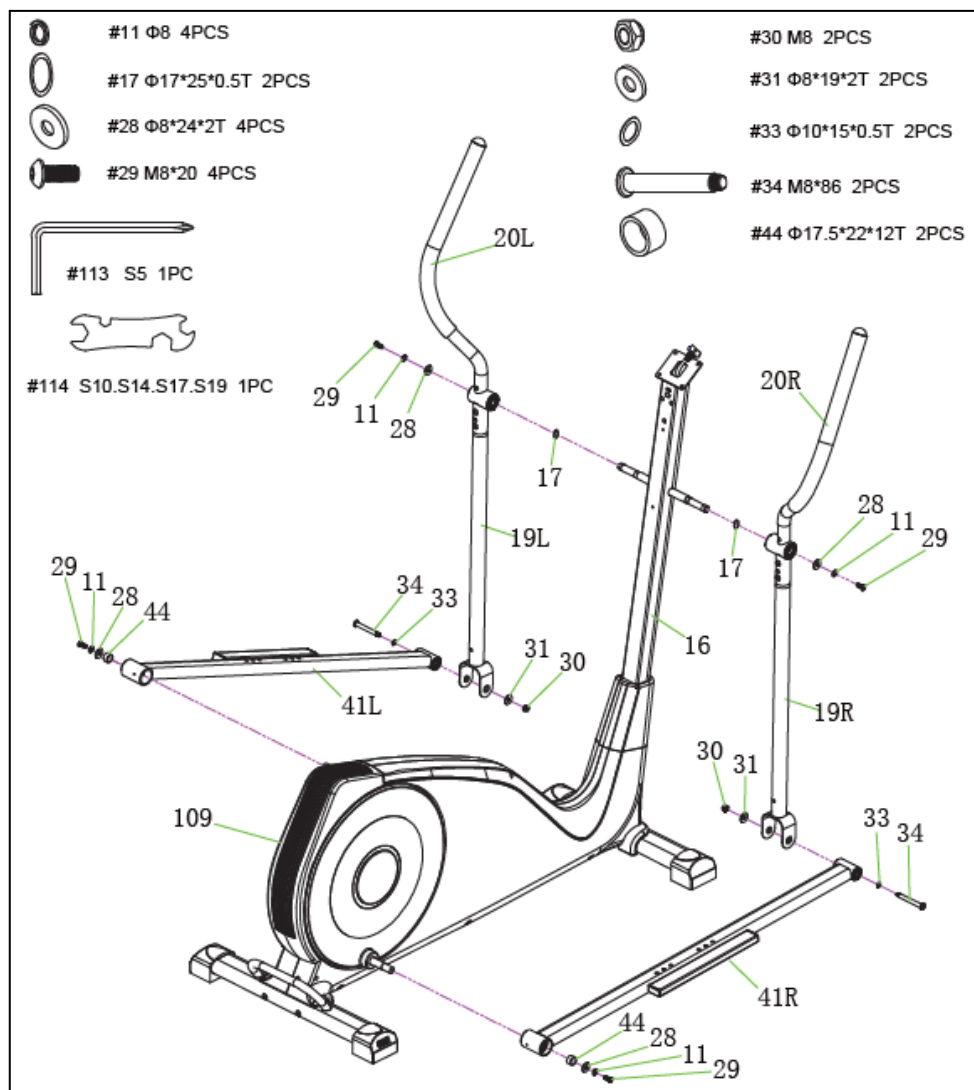

Fig.7
1.Montar pedal derecho (40R) a la base del pedal derecho (41R) con las arandelas(11), (31) y pernos 36). Repite este paso para instalar el pedal izquierdo (40L) en la base del pedal izquierdo (41L). Fig.7